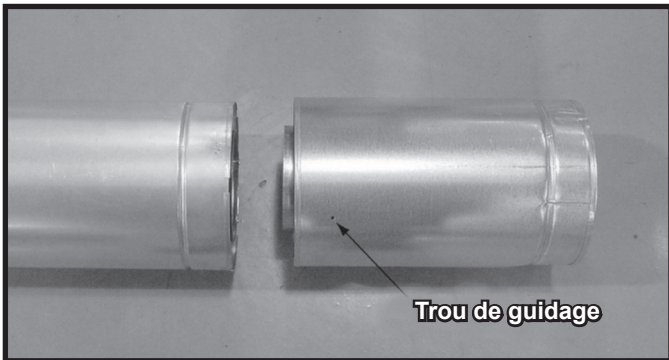

Figure 7.5 Trous de guidage de la section coulissante
- Glissez le col intérieur de la section coulissante dans la section intérieure de tuyau et la conduite extérieure de la section coulissante par-dessus la section extérieure du tuyau. Voir la Figure 7.5.